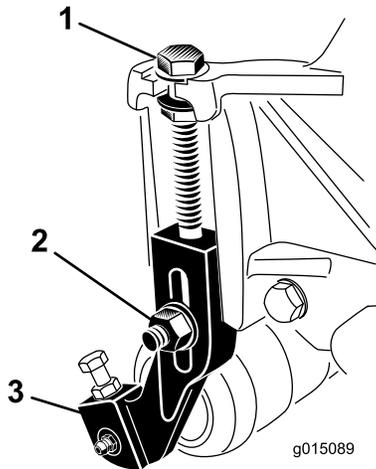

Bild 16
1. Lösen Sie die Sicherungsmuttern, mit denen die Schnitthöhenhalterungen an den Seitenplatten der Schneideinheit befestigt sind (Bild 16).